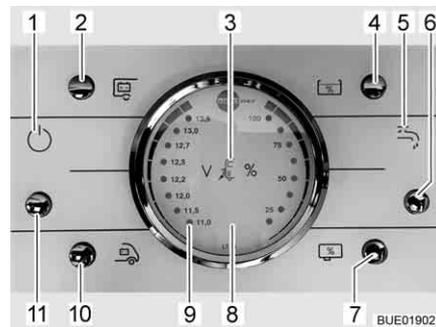

Bild 141 Panel LT 96
Der Taster (Bild 141,11) schaltet das Panel und die 12-V-Versorgung des Wohnraums ein und aus.
- Taster (Bild 141,11) drücken: Die 12-V-Versorgung des Wohnraums ist eingeschaltet. Die Kontroll-Leuchte (Bild 141,1) leuchtet.
Ausschalten: ■ Taster (Bild 141,11) drücken: Die 12-V-Versorgung des Wohnraums ist ausgeschaltet. Die Kontroll-Leuchte (Bild 141,1) erlischt.
Beim Anzeigeeinstrument V/Tank (Bild 141,8) die linke Skala beachten. Das Anzeigeeinstrument wird automatisch beleuchtet, sobald ein Taster gedrückt wird.
- Taster (Bild 141,10) drücken: Die Batteriespannung der Starterbatterie wird angezeigt.
- Taster (Bild 141,2) drücken: Die Batteriespannung der Wohnraumbatterie wird angezeigt.
Beim Anzeigeeinstrument V/Tank (Bild 141,8) die rechte Skala beachten. Das Anzeigeeinstrument wird automatisch beleuchtet, sobald ein Taster gedrückt wird.
- Taster (Bild 141,4) drücken: Die Wassermenge wird angezeigt.
- Schalter (Bild 141,7) drücken: Die Abwassermenge wird angezeigt.
- Taster (Bild 141,6) drücken: Die Wasserversorgung ist eingeschaltet. Die Kontroll-Leuchte Wasserpumpe (Bild 141,5) leuchtet.
- Taster (Bild 141,6) drücken: Die Wasserversorgung ist ausgeschaltet. Die Kontroll-Leuchte Wasserpumpe (Bild 141,5) erlischt.
Die rote Warnleuchte "ALARM" (Bild 141,9) blinkt, sobald die Spannung der Wohnraumbatterie 11 V (Messung im laufenden Betrieb) unterschreitet und damit Tiefentladung droht.
Die 12-V-Kontroll-Leuchte (Bild 141,1) leuchtet, wenn der 12-V-Haupttaster (Bild 141,11) eingeschaltet ist.
Die 230-V-Kontroll-Leuchte (Bild 141,3) leuchtet, wenn am Eingang des Elektroblocs Netzspannung vorhanden ist.